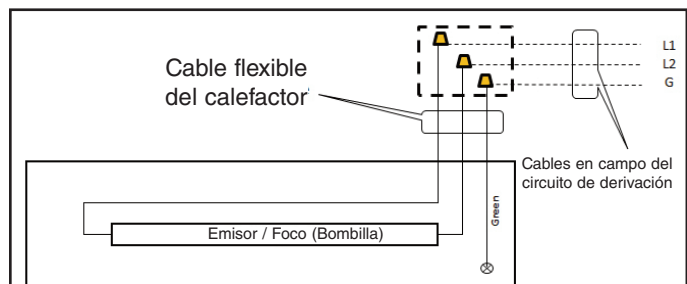

Figure 4 Diagrama de conexiones
3. Después de remover la funda exterior, quite aproximadamente 1/2" de aislante de cada cable para garantizar que sólo el alambre de cobre está dentro de los conectores y realice todas las conexiones utilizando los conectores Listados de tamaño apropiado. Conecte el alambre de color verde del calefactor con el alambre de conexión a tierra. Conecte los dos alambres restantes del calefactor con los dos alambres de energía. Para evitar sobrecalentamiento, asegúrese que todas las conexiones están apretadas. Vea el diagrama de conexiones, Fig. 4..